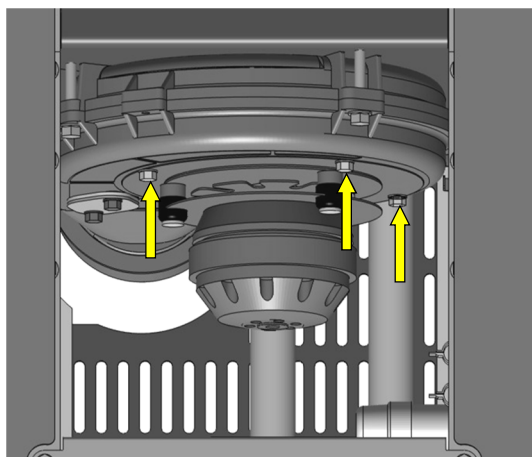

Abb. 40: Schrauben Gebläse
1. Die vier äußeren Schrauben des Gebläsemotors abschrauben (Abb. 40). **Nicht** die inneren Schrauben (mit Gummidämpfer)!